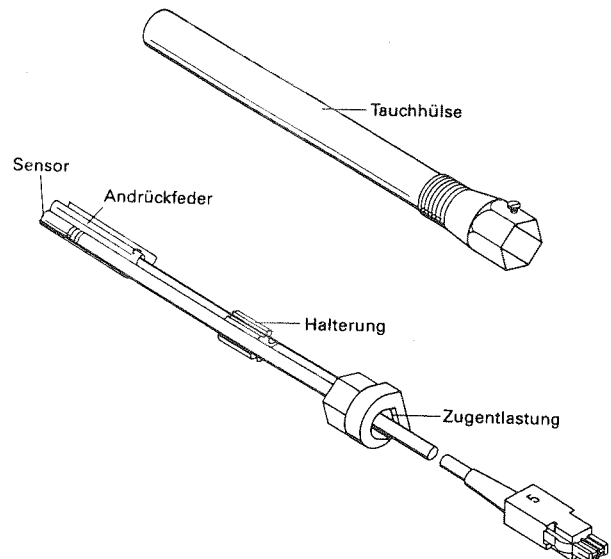

Abb. 3.6
3. Sensor entsprechend Abb. 3.6 mit der Sensorbefestigung verbinden. Dabei beachten: